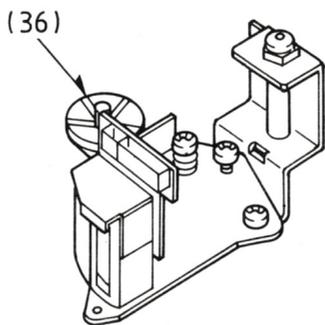
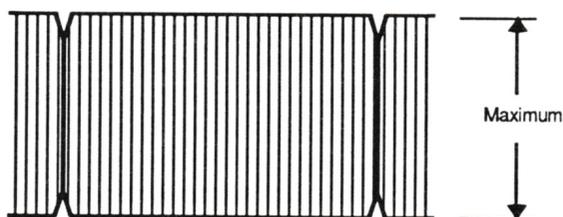

Fig. 41
Fig. 42
- A l'aide de l'écrou **(36)(Fig.41)**, régler l'enveloppe (FM de bande) de façon à obtenir une amplitude max. du paquet FM (**Fig.42**)